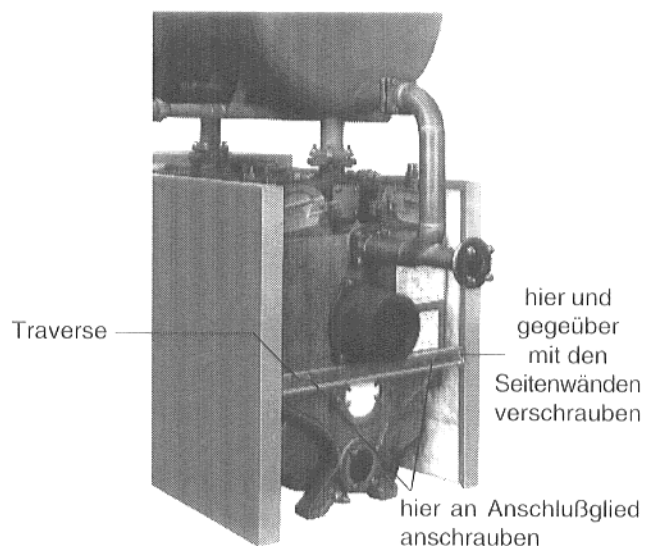

Abb. 33
- **Traverse am Anschlußglied** lose anschrauben (Abb. 33).